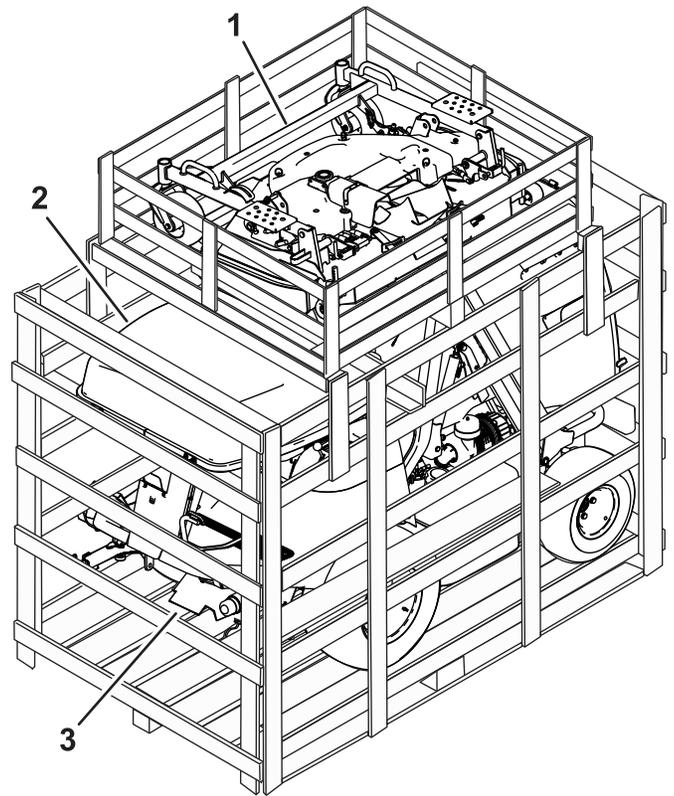

Figure 1
2. Déposez la caisse du tablier de coupe (Figure 1).
3. Sortez le couvercle de la trémie de la caisse (Figure 1).
10. Sortez la machine de la caisse (Figure 1).